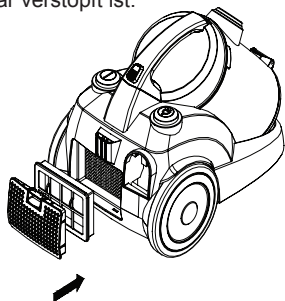

Abbildung 12
2. Öffnen Sie den Deckel des Ausblasfilters durch Ziehen an der Deckellasche. Ziehen Sie den Ausblasfilter aus dem Gerät heraus, siehe Abbildung 12.